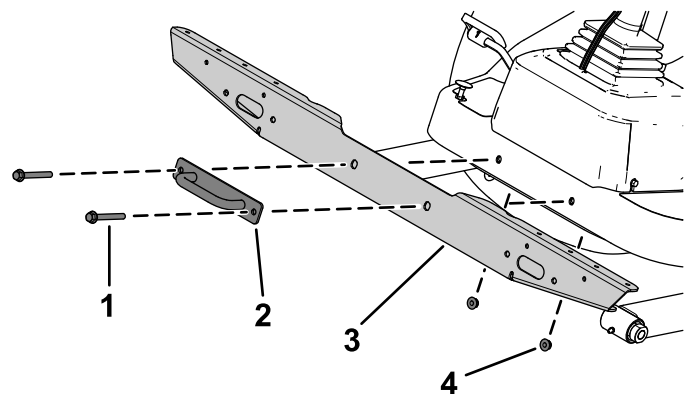

Figure 18
2. Fixez le support transversal d'éclairage sur la plate-forme à l'aide des boulons, des écrous et du support d'attache (Figure 18).